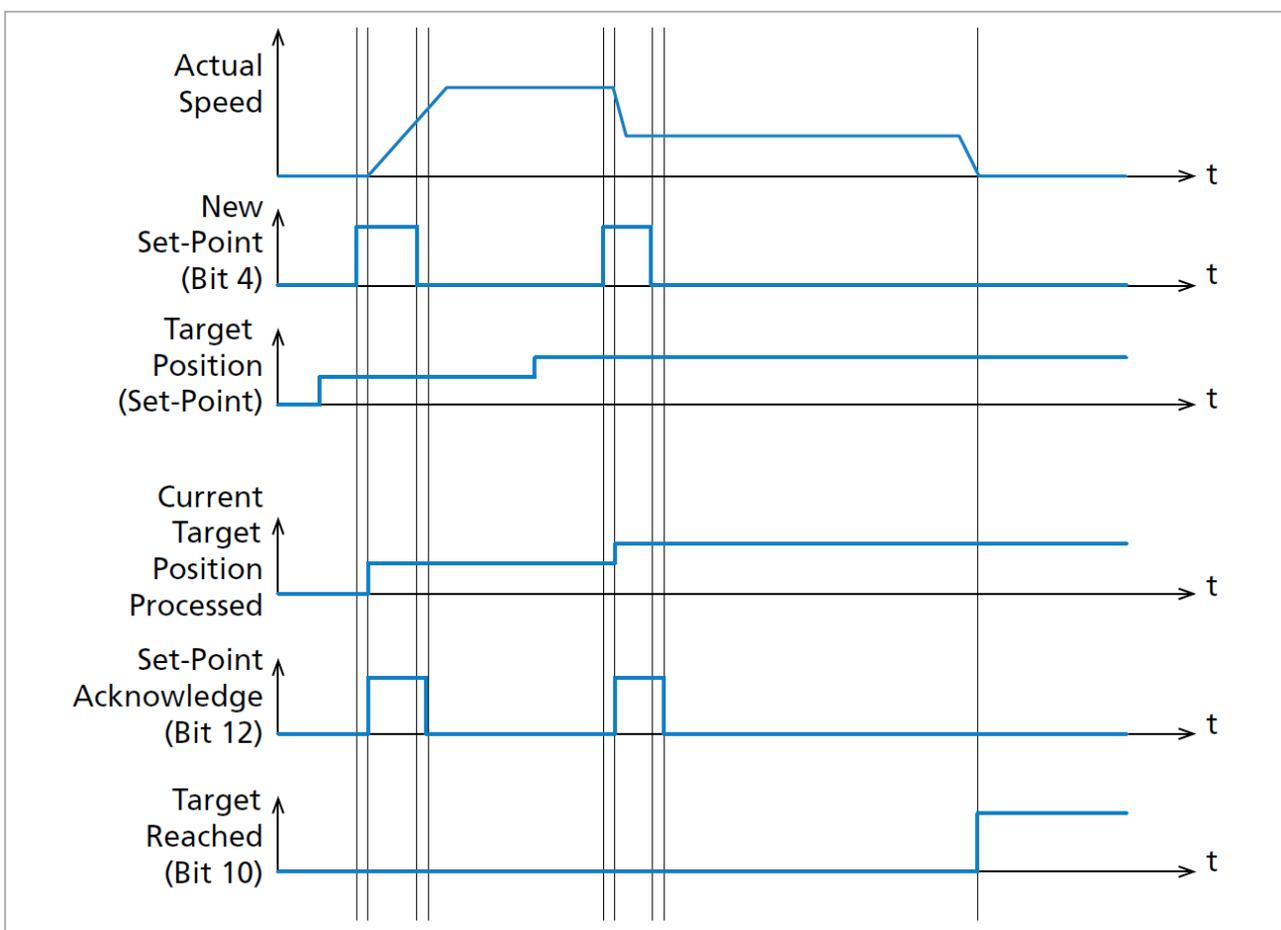

図 28：連続セットポイントのハンドシェイク手順、各設定値はすぐにロードされます。
- i** 示されている例 (参照: 図28) では、加速度または速度の新しい指示が新しい設定値で通信されました。これは、速度プロファイル (実際の速度) の変化によって証明されます。